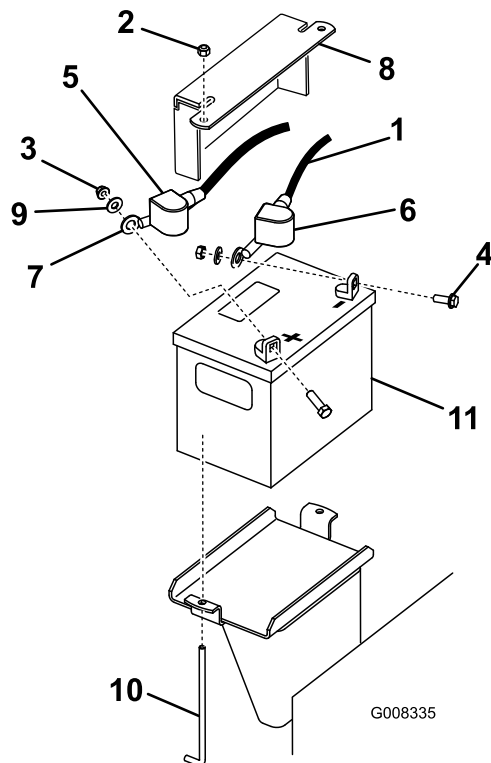

Figure 50
3. Enlevez le capuchon en caoutchouc noir qui protège le câble négatif. Débranchez le câble négatif de la batterie de la borne négative (-) de la batterie (Figure 50).
4. Enlevez le capuchon rouge de la borne positive (rouge) de la batterie. Débranchez ensuite le câble positif (rouge) de la batterie (Figure 50).
5. Enlevez la plaque de maintien, les boulons en J et les contre-écrous de fixation de la batterie (Figure 50). Retrait de la batterie.
1. Branchez le câble positif (rouge) de la batterie à la borne positive (+) à l'aide des fixations retirées précédemment (Figure 50).
3. Branchez le câble négatif de la batterie à la borne négative (noir) au moyen des fixations retirées précédemment (Figure 50).
4. Fixez la batterie au moyen de la barre et des écrous à oreilles (Figure 50).